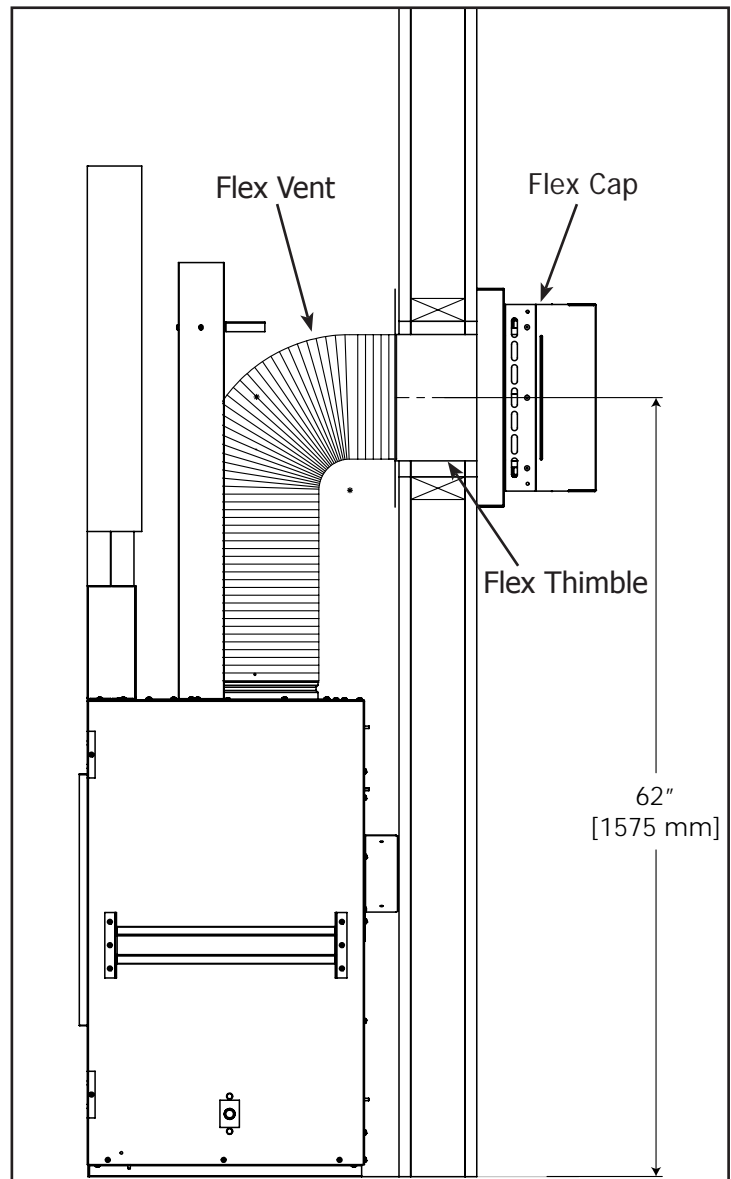
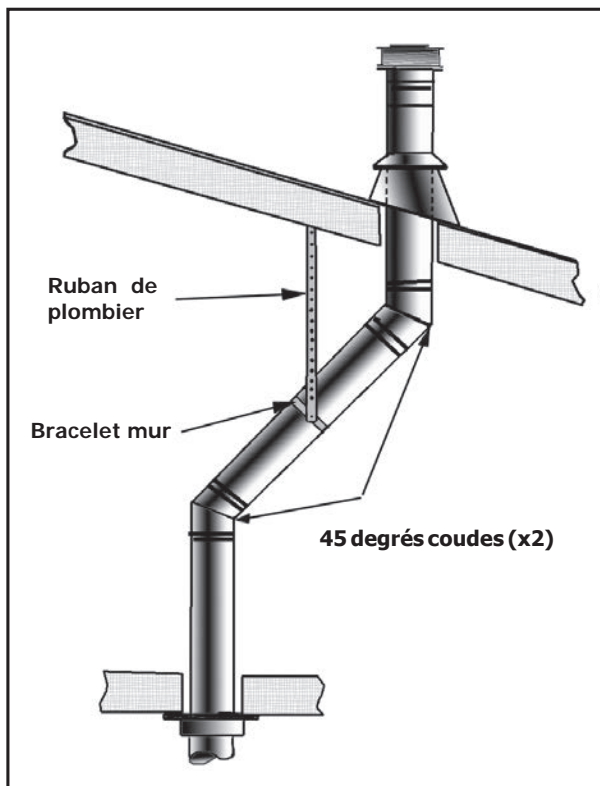

Figure 28. Installation minimale d'évent Flex
Figure 29: L'utilisation des sangles murales.
- Étape 8.** Ajoutez des sections de conduit jusqu'à ce que le bouchon du conduit réponde aux exigences minimales du code. Référez-vous à la figure 28 et le tableau 7. À noter que plus la pente du toit est forte, plus l'évent doit être haute. Dans des conditions de vent fort, s'il y a des arbres à proximité, deux toitures avoisinantes, des toits à pente forte, et d'autres facteurs similaires, il peut résulter un faible tirage. Augmenter la hauteur de l'évent peut résoudre le problème.
Tableau 8: 'H' minimum pour la Figure 28
- (1) Si vous devez déplacer le système d'évacuation dans le grenier pour éviter les obstacles, il est important de supporter le conduit à chaque 3 pi (914 mm) pour éviter du stress sur les coudes, ou la possibilité de séparation des joints. Des sangles de mur sont disponible à cette fin (voir la figure 28).
- (2) Quand possible, utilisez des coudes de 45° au lieu de ceux de 90°. Les coudes de 45° causent moins de restriction au flux de gaz et d'air.
- (3) Pour des installations à plusieurs étages, il vous faut un coupe-feu au plafond du deuxième étage, et à toute étage subséquente (voir la figure 29). L'ouverture doit être encadrée à des dimensions de 10 po (254 mm) x 10 po (254 mm), de la même manière que démontré dans la figure 22.